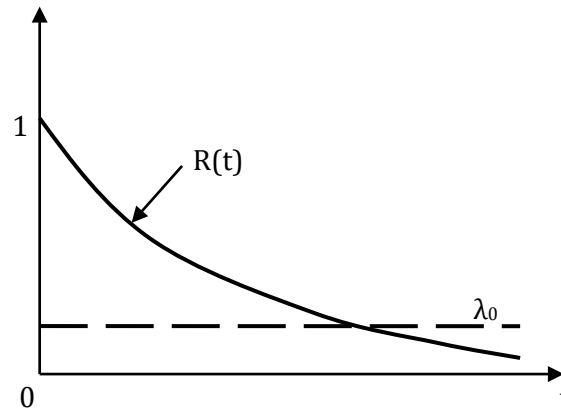

Figure 1.2 : Loi exponentielle
- Les matériels à taux de défaillance constant : c'est un matériel de fatigue. Dans ce cas la durée de vie suit une loi exponentielle $R(t) = e^{-\lambda_0 t}$. C'est le cas de beaucoup d'élément simple en électronique et électricité (fig1.2).